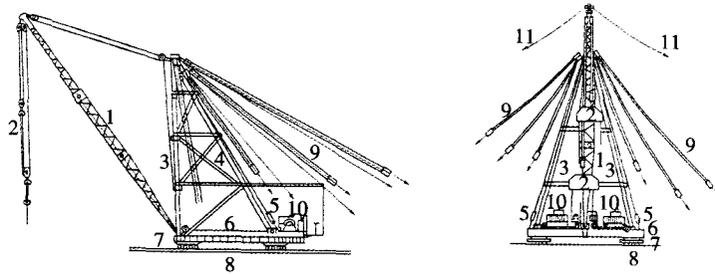

图24 移动式钢木台灵
(1) 安装设备
① 河西四孔采用移动钢木台灵扒杆，见图24。